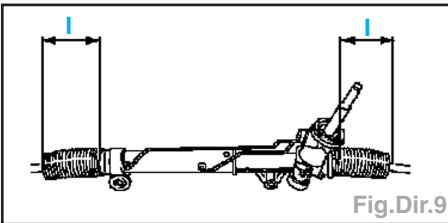

Fig.Dir.9
- Tourner l'arbre de crémaillère jusqu'à ce que les soufflets aient la même longueur des deux cotés et que les roues se trouvent en position de marche «ligne droite» (Fig.Dir.9).